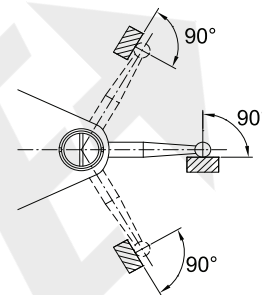
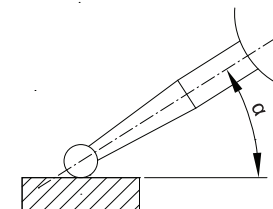

fig.4
fig.5
2. Durante la misurazione, gli stili devono essere verticali rispetto alla direzione di misura (fig. 4). Se lo stilo è inclinato rispetto alla direzione di misurazione (fig. 5), è necessario apportare la seguente correzione.